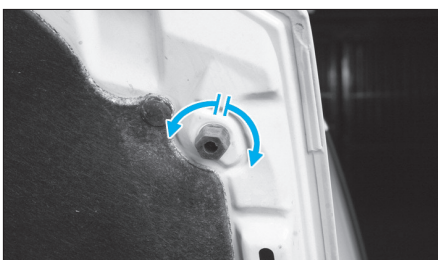

FIG. 98
- Régler les jeux et affleurements à l'aide de la butée de réglage (Fig.98).